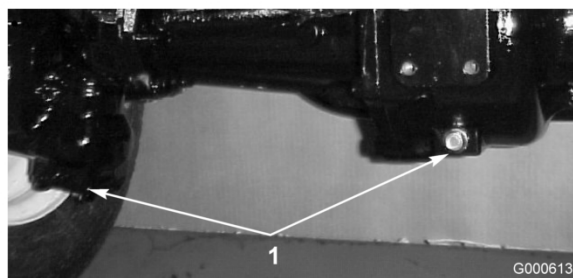

Figure 45
2. Nettoyez la surface autour des 3 bouchons de vidange, 1 à chaque extrémité et 1 au centre (Figure 45).